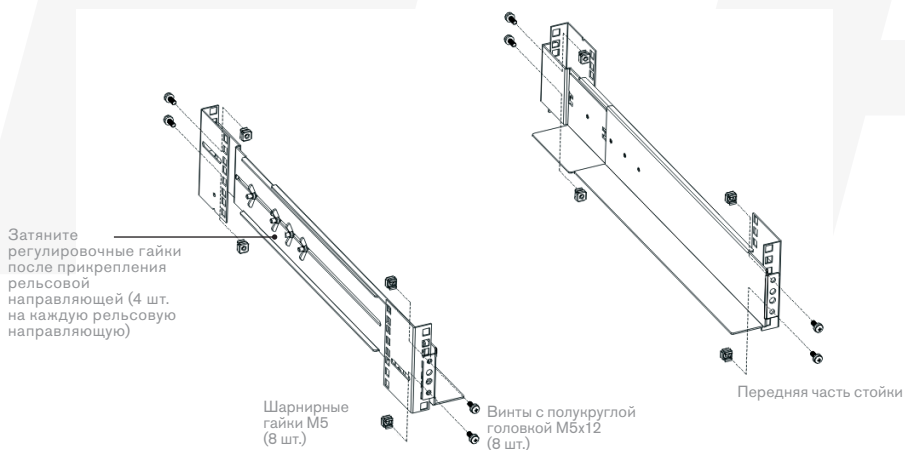

Рис. 2. Крепление направляющих
- б. Выберите правильный размер в стойке для размещения ИБП (см. рис. 2). Рельсовые направляющие крепятся в четырех местах на передней и задней части стойки.